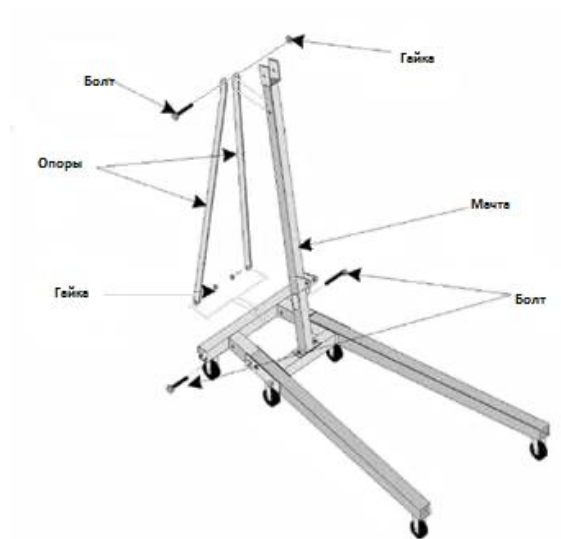

Рис.4
5. Соберите мачту, используя два болта и гайки для нижней части опор и болты и гайки для верхней части опор. Затяните болты, оставшиеся незакрепленными во время шага 4 после того, как опоры встанут на место. (См. Рис. 4)